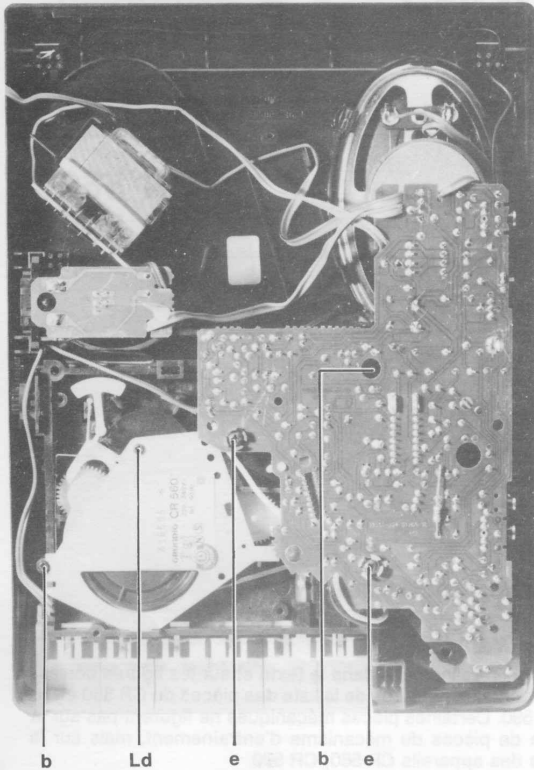

Fig. 2
2. Démontage du mécanisme d'entraînement et du C.I. principal (Fig. 2 et 3).
3. Démontage du C.I.V. principal (Fig. 2 et 3).